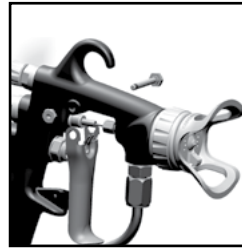

Fig. 25
1. Rimuovere il grilletto e il gruppo tubi del fluido. (Vedere fig. 25 e 26)